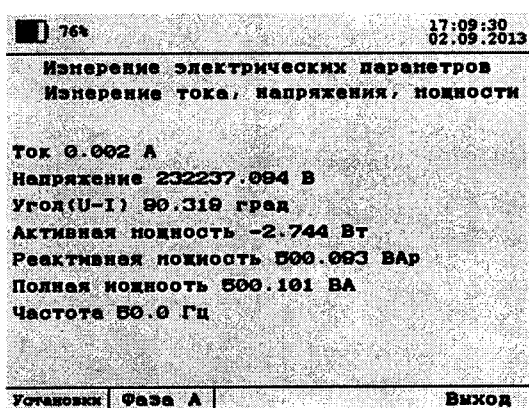

Рисунок 1 - Окно с результатами измерения
- задают поочередно посредством калибратора при номинальной частоте 50 Гц следующие значения напряжения переменного тока: 20, 55, 110, 165, 220 В и фиксируют соответствующие показания прибора окне, представленном на рис. 1\*;